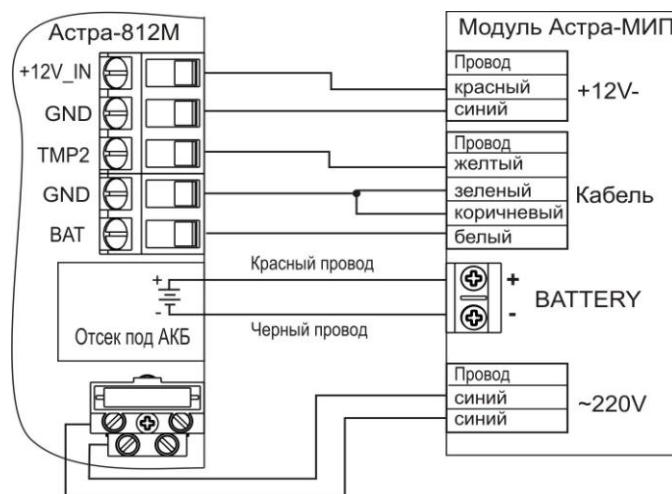

Рисунок 2
- 6) электрический монтаж к выходным клеммам вести в соответствии со схемой подключений (рисунок 2);